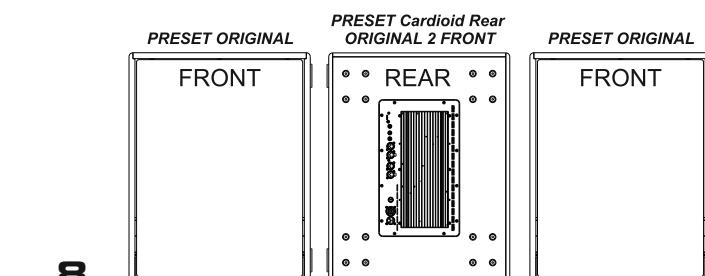

Fig.2
**CARDIOID REAR ORIGINAL 2 FRONT:** préréglage à utiliser dans les systèmes disposant de trois subwoofers; dans le deux diffusore tournés vers l'audience, configurer le préréglage ORIGINAL. (fig2)